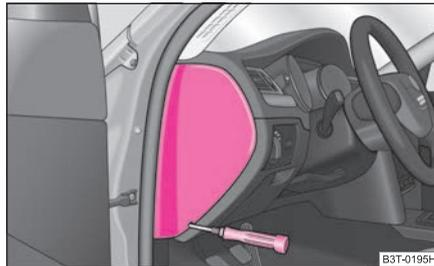
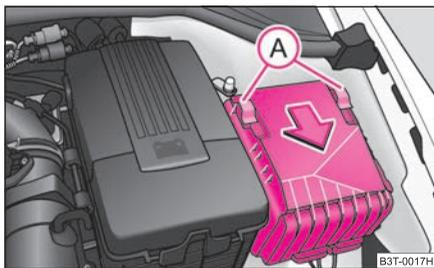

Abb. 212 Sicherungsdeckel:
Abb. 213 Sicherungsdeckel im Motorraum
- Nehmen Sie den Sicherungsdeckel an der Seite der Schalttafel mit Hilfe eines Schraubendrehers ⇒ **Abb. 212** bzw. den Sicherungsdeckel im Motorraum ⇒ **Seite 248, Abb. 213** ab.
- Verschieben Sie die Sicherungsbügel (A) ⇒ Abb. 213 bis zum Anschlag, hinter dem Sicherungsbügel erscheint das Symbol , und nehmen Sie den Deckel ab.